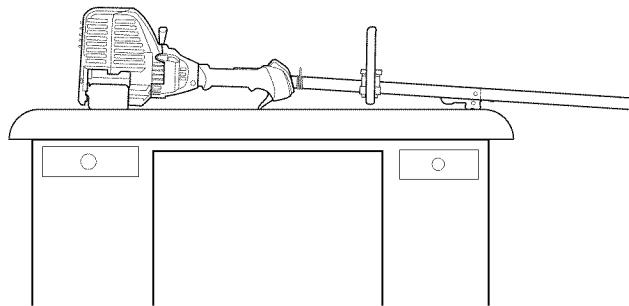

Fig. 19
2. **Ubique la unidad sobre una superficie plana y nivelada**, como un banco de trabajo o una mesa. El protector del cabezal de corte debe quedar colgando del borde de manera que el motor quede nivelado (Fig. 19).